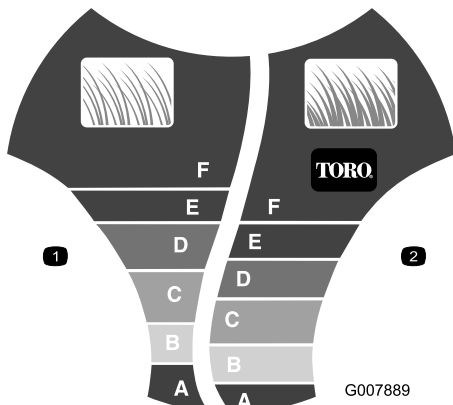

Bild 16
Das SmartWheel® hat zwei Schnittskalen - Dünn/Normal und Satt - um die beste Schnitthöheneinstellung für jede Mähbedingung zu gewährleisten (Bild 16).
Hinweis: Das SmartWheel berechnet die optimale Einstellung, um sicherzustellen, dass Sie nie mehr als ein Drittel der Grashalme abtrennen (Bild 16).
2. Schieben Sie den Rasenmäher auf die Rasenfläche, halten Sie den Rasenmäher an, wenn das SmartWheel-Motiv senkrecht ist (Bild 16).